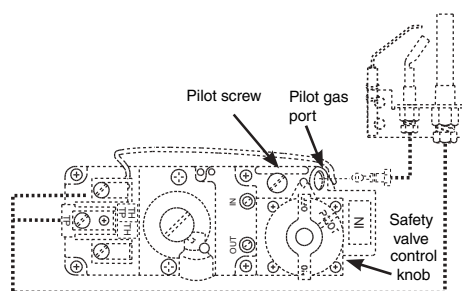

Fig. 10-1
Pour lire le bouton de commande de soupape de sûreté (Fig. 10-1) lisez l'indicateur formé par l'anneau la plus proche en métal d'inscription.
2. Si l'ajustement est nécessaire, (Fig. 10-1) tournez la vis d'approche de gaz dans le sens contraire des aiguilles d'une montre pour augmenter la flamme pilote, ou pour diminuer dans le sens des aiguilles d'une montre la flamme pilote.